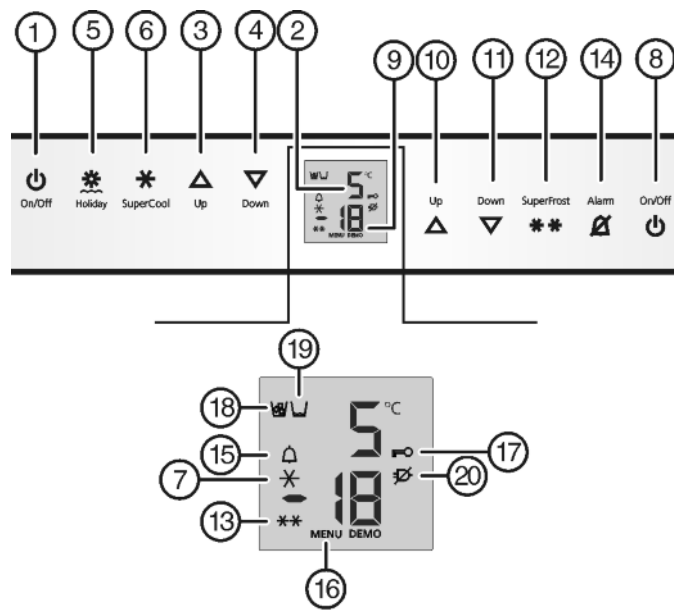

Fig. 2
- ▶ Нажмите кнопку On/Off морозильного отделения *Fig. 2 (8)*.
- ▶ Нажмите кнопку On/Off холодильного отделения *Fig. 2 (1)*.
- ▷ Холодильное отделение и отделение BioFresh включены: Индикатор температуры холодильного отделения *Fig. 2 (2)* светится. При открытии двери холодильного отделения включается внутреннее освещение.
- ▶ Активация режима настройки: удерживайте кнопку SuperFrost *Fig. 2 (12)* прилб. 5 секунд.
- ▷ Символ меню *Fig. 2 (16)* горит.
- ▶ Коротко нажмите кнопку SuperFrost *Fig. 2 (12)* для подтверждения.
- ▶ Для включения защиты от детей коротко нажмите клавишу SuperFrost *Fig. 2 (12)*.
- ▷ Символ "Защита от детей" *Fig. 2 (17)* горит. На индикации мигает **c**.
- ▶ Для выключения защиты от детей коротко нажмите клавишу SuperFrost *Fig. 2 (12)*.
- ▷ Символ защиты от детей *Fig. 2 (17)* гаснет. На индикации мигает **c**.
- ▶ Выход из режима настройки: нажмите кнопку On/Off морозильного отделения *Fig. 2 (8)*.
- ▶ Нажмите кнопку Alarm *Fig. 2 (14)*.
Одновременно мигает индикация температуры и символ тревоги *Fig. 2 (15)*.
Звуковой сигнал выключается автоматически, символ аварийного сигнала *Fig. 2 (15)* выключается и индикатор температуры перестает мигать, если температура снова становится достаточно низкой.
- ▶ Нажмите кнопку Alarm Fig. 2 (14).